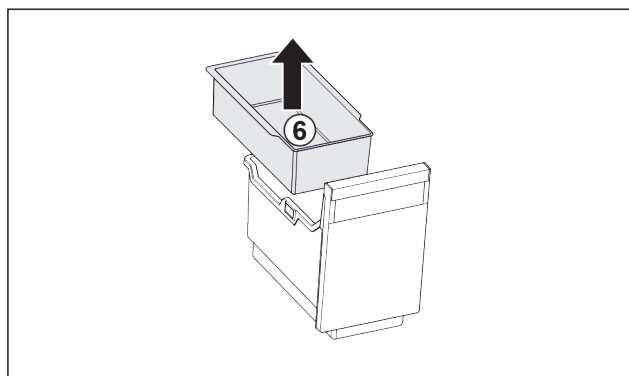

Fig. 42
- Irrota ripustuskulho Fig. 42 (6).